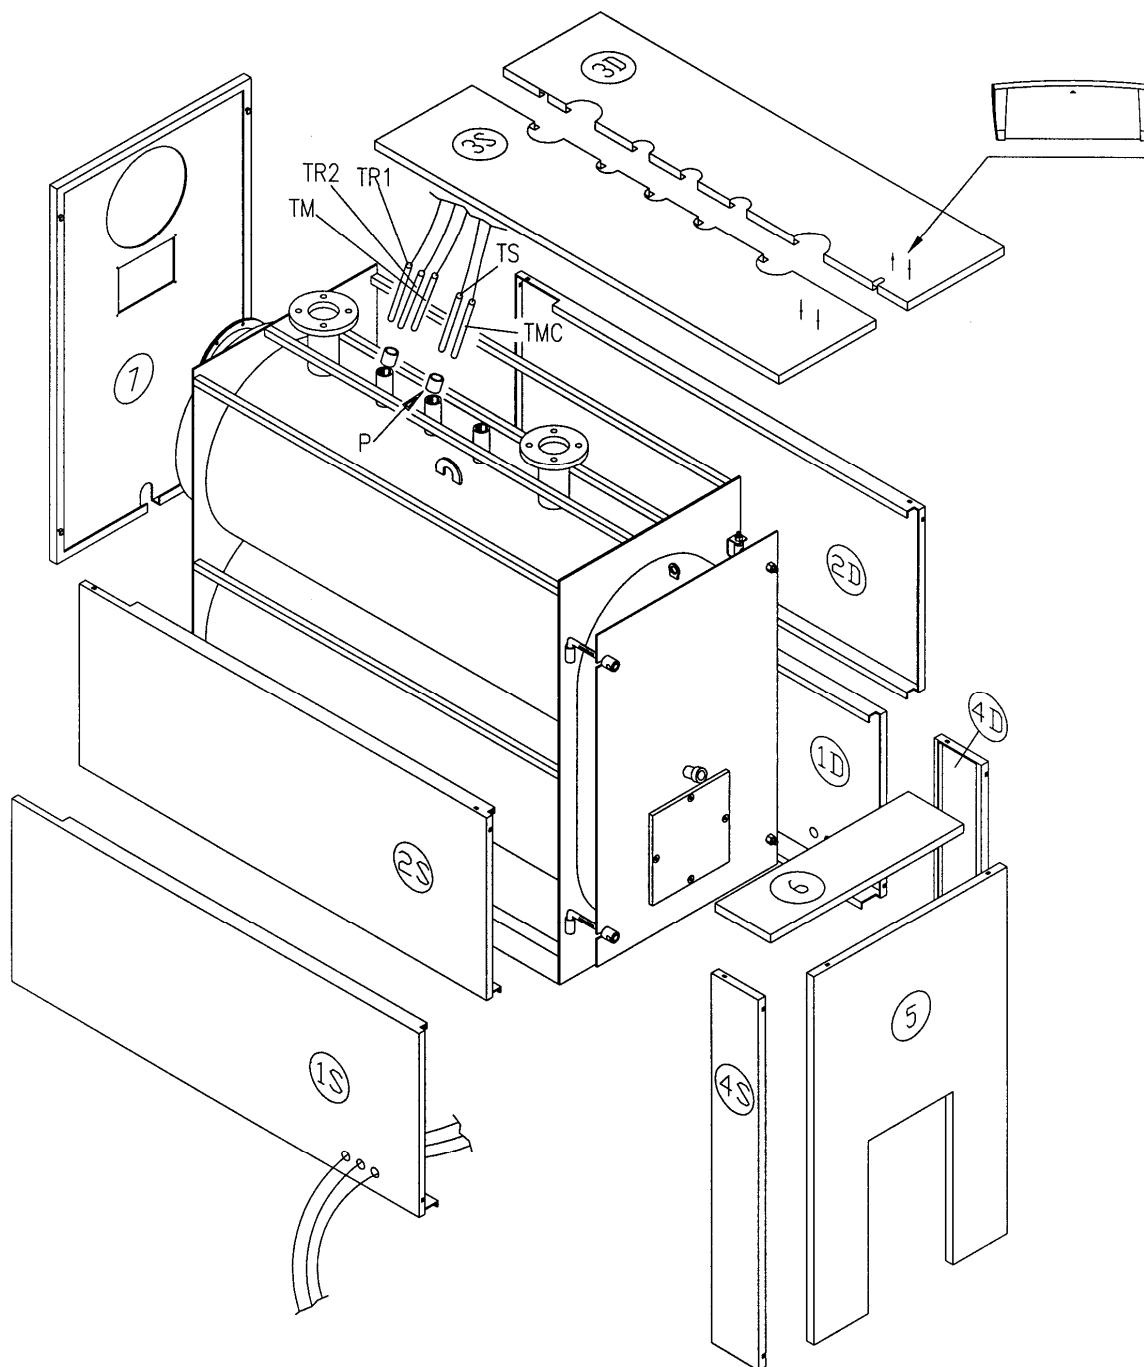

Fig. 11
4.5 RIVESTIMENTI CALDAIA STR (Fig. 11)
- d) Montare il pannello superiore (3S) sulla caldaia; posizionare il quadro comando sul pannello (3S); svolgere i capillari del termometro e del termostato e inserire i bulbi nei pozzetti (P).
- f) Montare i pannelli (4S) e (4D) agganciandoli ai pannelli laterali mediante le apposite staffe; montare quindi il pannello anteriore (5) agganciandolo ai pannelli (4S) e (4D). Chiudere il rivestimento portellone appoggiando il pannello superiore (6).
- g) Montare il pannello posteriore (7) agganciandolo ai pannelli laterali mediante le apposite staffe.